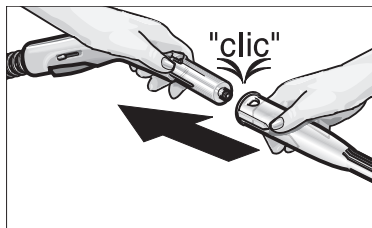

Fig. 1: emmancher un accessoire sur le pistolet à vapeur
- Pour ce faire, introduisez l'extrémité en forme de tuyau de chacun de ces accessoires dans le pistolet à vapeur (C1). Emmanchez l'accessoire sur le pistolet jusqu'à ce que la touche de déverrouillage (C2) du pistolet à vapeur enclenche (voir la fig. 1).